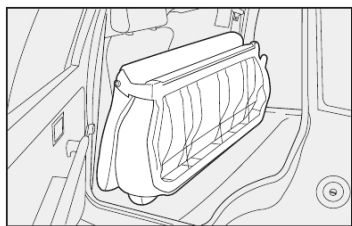

fig. 63
4) Em seguida, rebater o banco traseiro inteiro para a frente de maneira a obter uma única superfície de carga **fig. 63**.